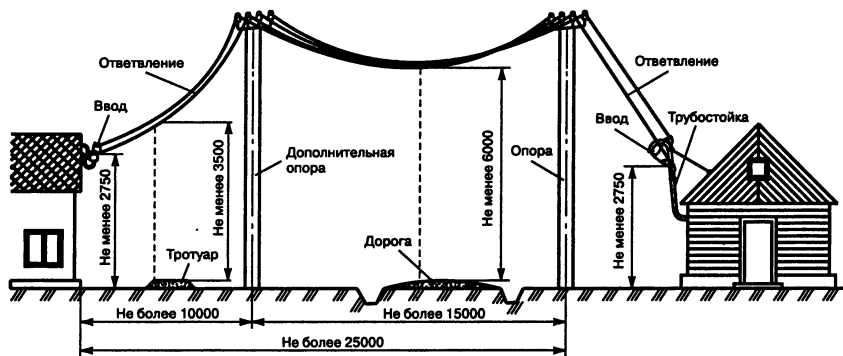

Рис. 1.8. Схема ответвлений от воздушной линии 380 В и вводов в здания
*Сечение проводов в ответвлении должно быть не менее 6 мм2 (при длине до 10 м не менее 4 мм2) для меди и не менее 16 мм2 для алюминия. Сечение жил кабеля — не менее 4 мм2 для алюминия и 2,5 мм2 для меди. Расстояние от проводов ответвления до земли должно быть не менее 6 м в проезжей части и внутри дворов не менее 3,5 м, а расстояние от земли до изолятора ввода в здание — не менее 2,75 м (рис. 1.8).*